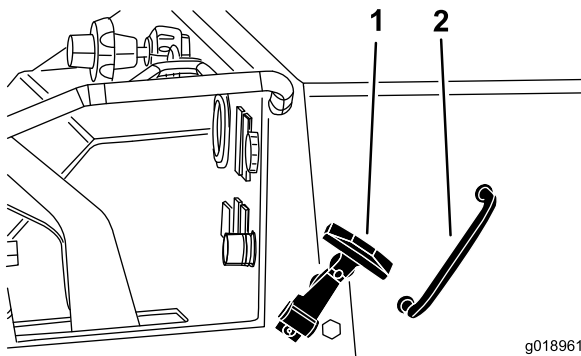

Figura 23
1. Desenganche el cierre de goma del capó (en cada lado del capó) (Figura 23).